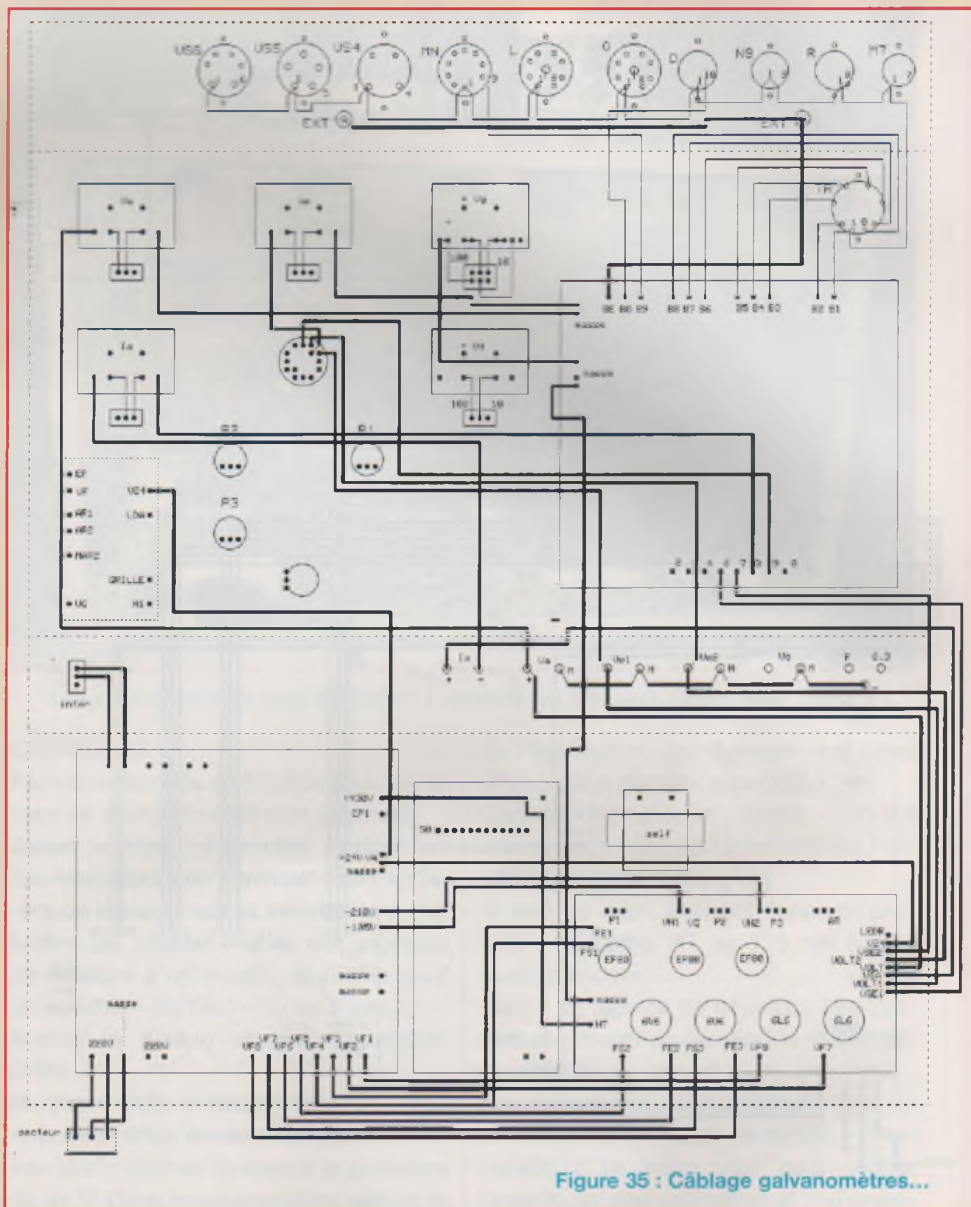

Figure 35 : Câblage galvanomètres...
Se servir du schéma de la **figure 35**. Les mesures des tensions « grille » et « filament » ont déjà été réalisées.
- Interconnexions Platine REG (figure 35).